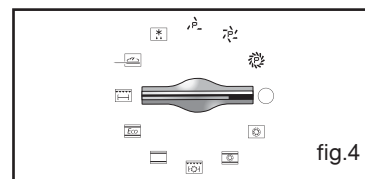

fig.4
- el indicador de duración de cocción y 0:00 parpadean (fig.4),
La visualización pasa de nuevo a la hora del día volviendo a colocar el selector de funciones en 0 (fig.4).
El símbolo  se visualiza en el programador indicándole que la puerta está bloqueada. Al final de la pirólisis, 0:00 parpadea así como el símbolo  (fig.4).